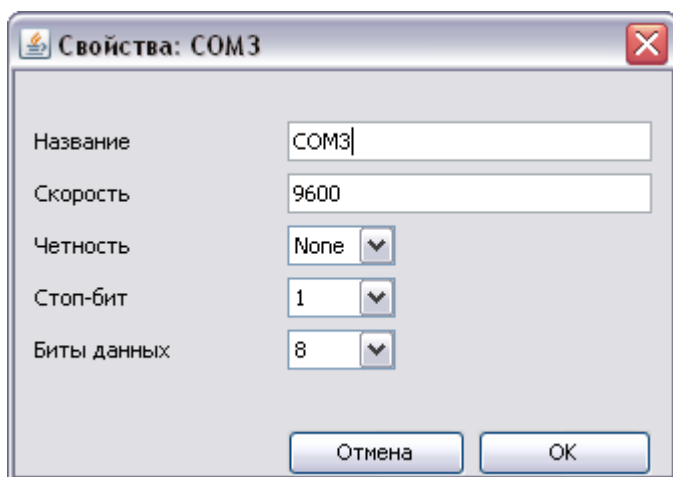

Рисунок 22 – Окно ввода параметров порта и GSM модема
– аналогичные установки нужно проделать для всех портов ББПУ, см. рисунок 22;